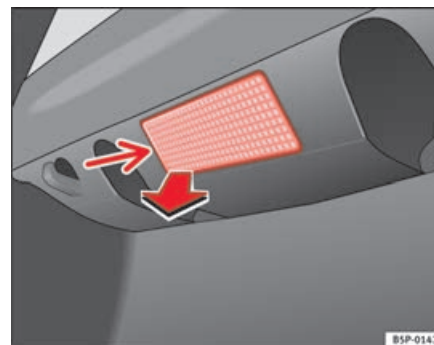

Fig. 199 Luz do porta-bagagens
- Extrair a tulipa pressionando o rebordo da parte interior da mesma -seta- com ajuda da parte plana da chave de parafusos ⇒ fig. 199. ►